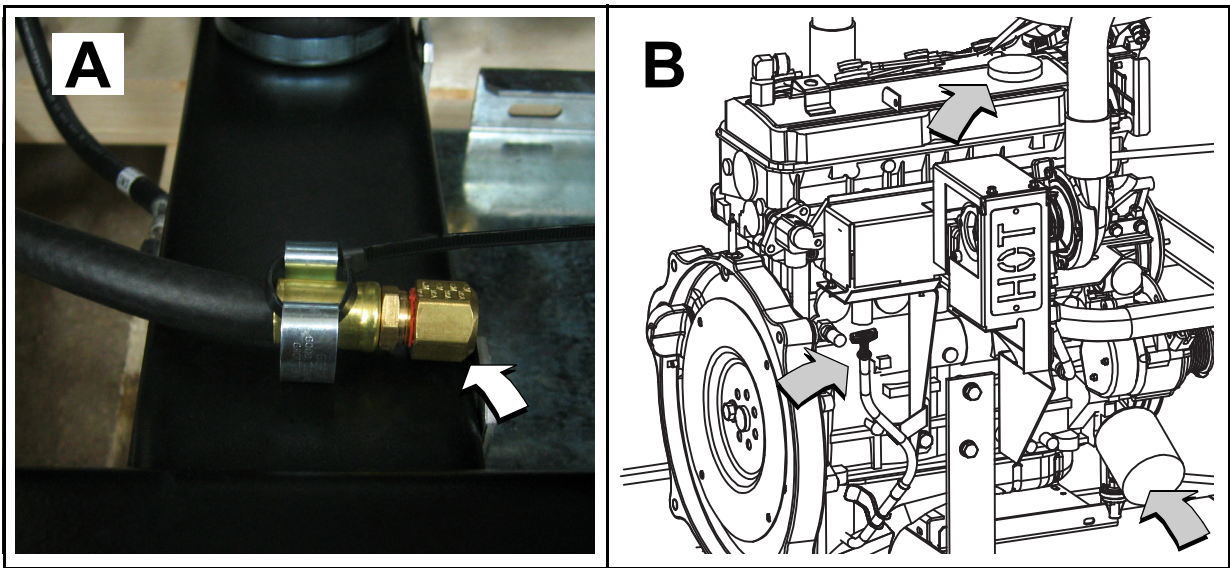

Figura 5-8. Manguera de vaciado de aceite, tapa de llenado, varilla de medición y filtro
1. Retire la manguera de vaciado de aceite de la abrazadera de sujeción. Vea A en la Figura 5-8
6. Gire el filtro de aceite en sentido contrahorario para retirarlo del adaptador de filtro de aceite. Vea B en la Figura 5-8